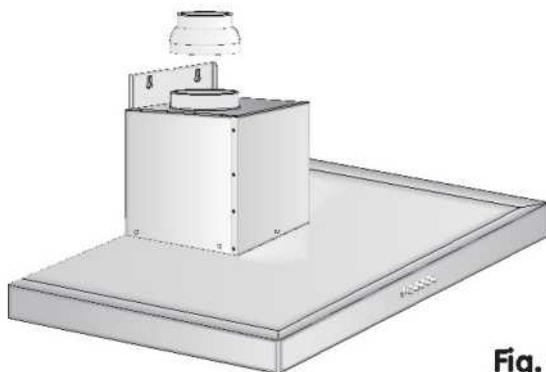

Fig. 4
- Mount the 120/150 reduction fitting whenever the air discharge tube is $\varnothing 125$. (Fig.4)
- Monte la junta reductora 120/150 su el tubo de evacuación fuera de $\varnothing 125$. (Fig.4)
- Monter le raccord de réduction 120/150 si le tuyau d'évacuation air est de $\varnothing 125$. (Fig.4)
- Den Reduzierstutzen 120/150 installieren, wenn das Abluftrohren Durchmesser von $\varnothing 125$ aufweist (Abb. 4)
- Monteer het verloopstuk 120/150 in geval van een luchtafvoerpijp $\varnothing 125$ (Fig. 4)
- Montar a junção de redução 120/150 caso o tubo de descarga seja de $\varnothing 125$. (Fig. 4)